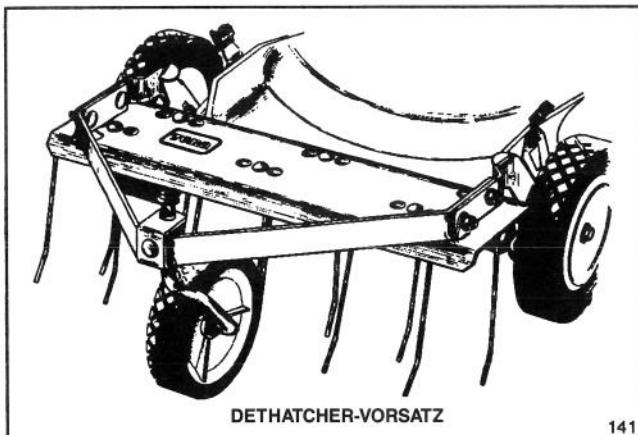

Abbildung 34
2. Zinkenvorsatz-Kit, Modell Nr. 59131—In Minuten montierbar. Vorne befestigt zwecks einfacher Manövriertbarkeit. Zinken lockern Materialanhäufungen. Für einfaches Absaugen in den Grasfangsack (Abb. 34) und praktische Entleerung.